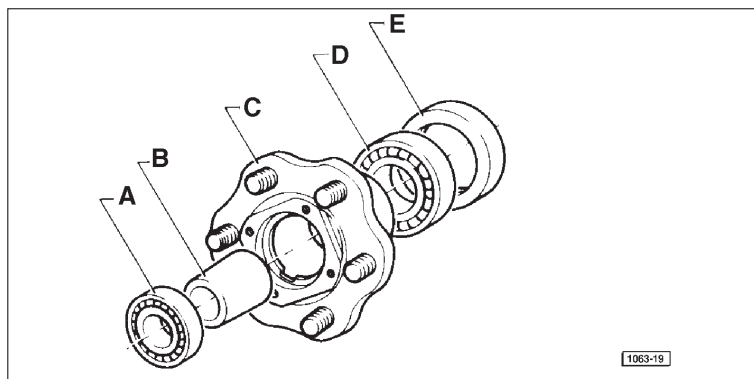

Fig. 19 - Eléments composant le moyeu de roue.
- A l'aide de l'extracteur approprié, déposer le roulement à billes avant **A** et retirer l'entretoise **B**, (Fig. 19).
- E en faisant levier, sortir la bague d'étanchéité **E**, puis par l'intermédiaire d'un extracteur déposer le roulement à billes arrière **D**, (Fig. 19).